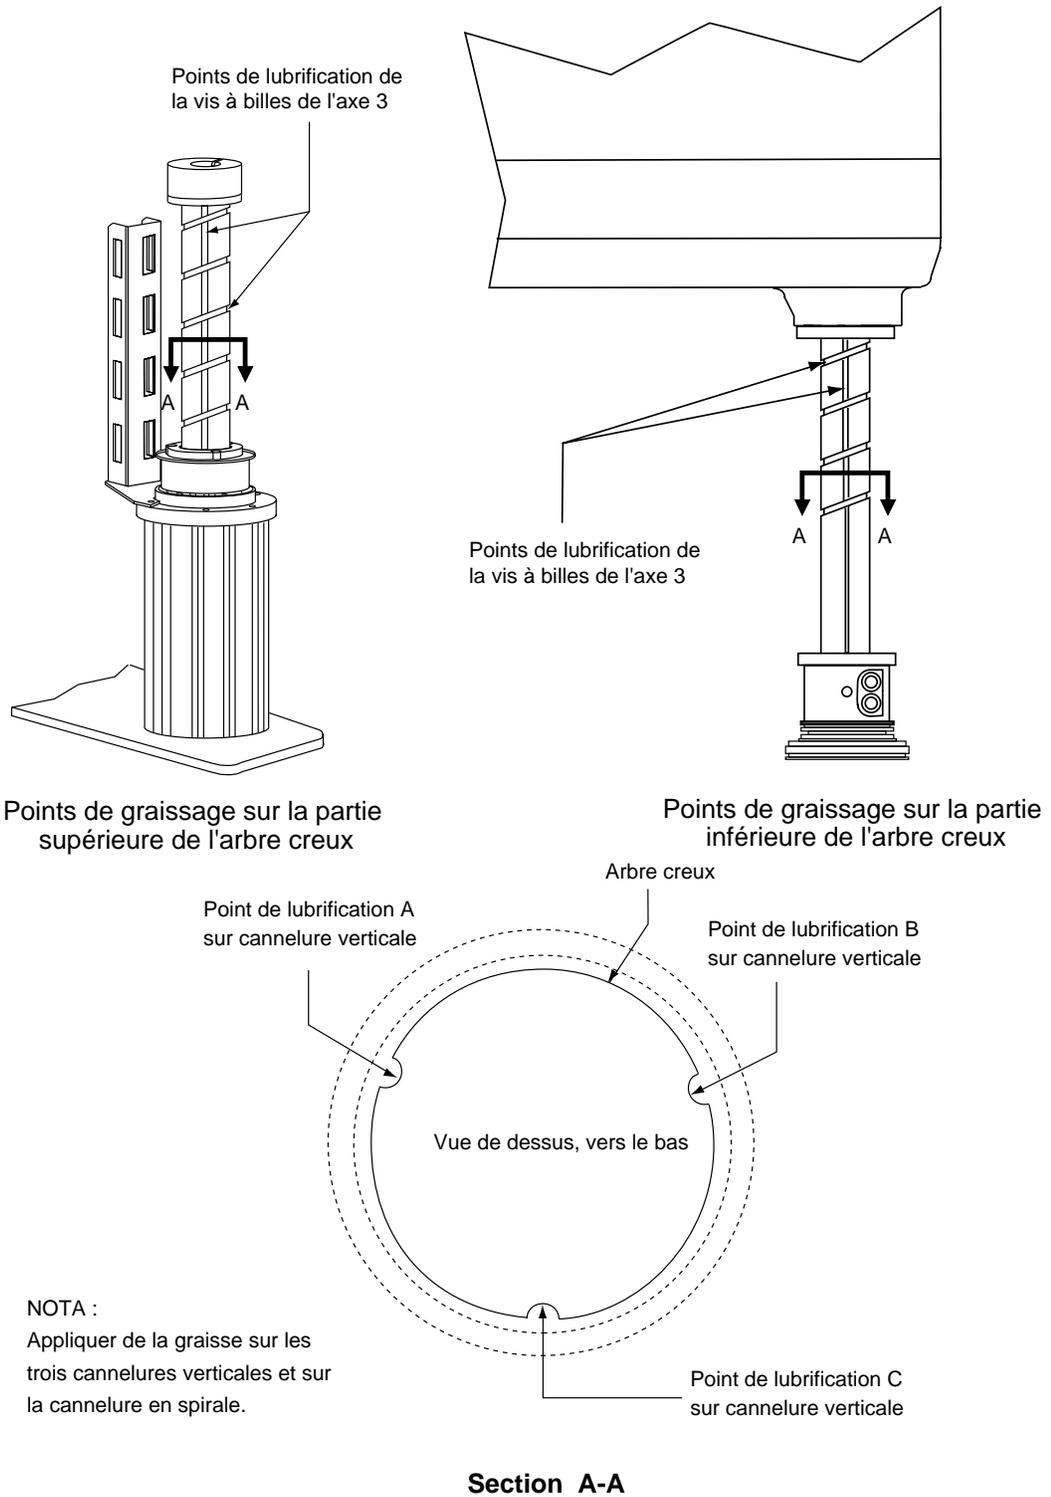

Figure 5-2. Lubrification de la vis à billes de l'axe 3
4. Avec une seringue, appliquer un mince cordon de graisse sur les cannelures de vis à billes de l'axe 3 (voir Figure 5-2).